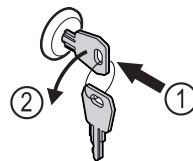

Fig. 159
- ▶ Paina avain lukkoon. Fig. 159 (1)
- ▶ Kierrä avainta 90° vastapäivään. Fig. 159 (2)